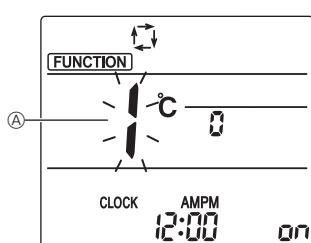
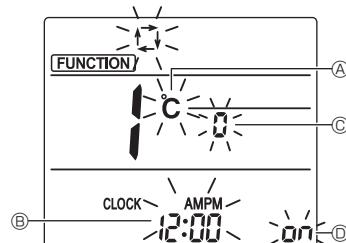

Fig. 6-11
Fig. 6-12
1. Pulse el botón Ⓛ ① para detener el acondicionador de aire.
2. Pulse el botón Ⓛ MENU ②.
- Se mostrará la pantalla de configuración de funciones y parpadeará el n.º de función Ⓛ. (Fig. 6-11)
- Pulse el botón Ⓛ ④ para cambiar el n.º de función.
3. Compruebe que se muestra la función N.º "1", y luego pulse el botón Ⓛ SET ③.
- Se visualizará la pantalla de configuración de la visualización. (Fig. 6-12)